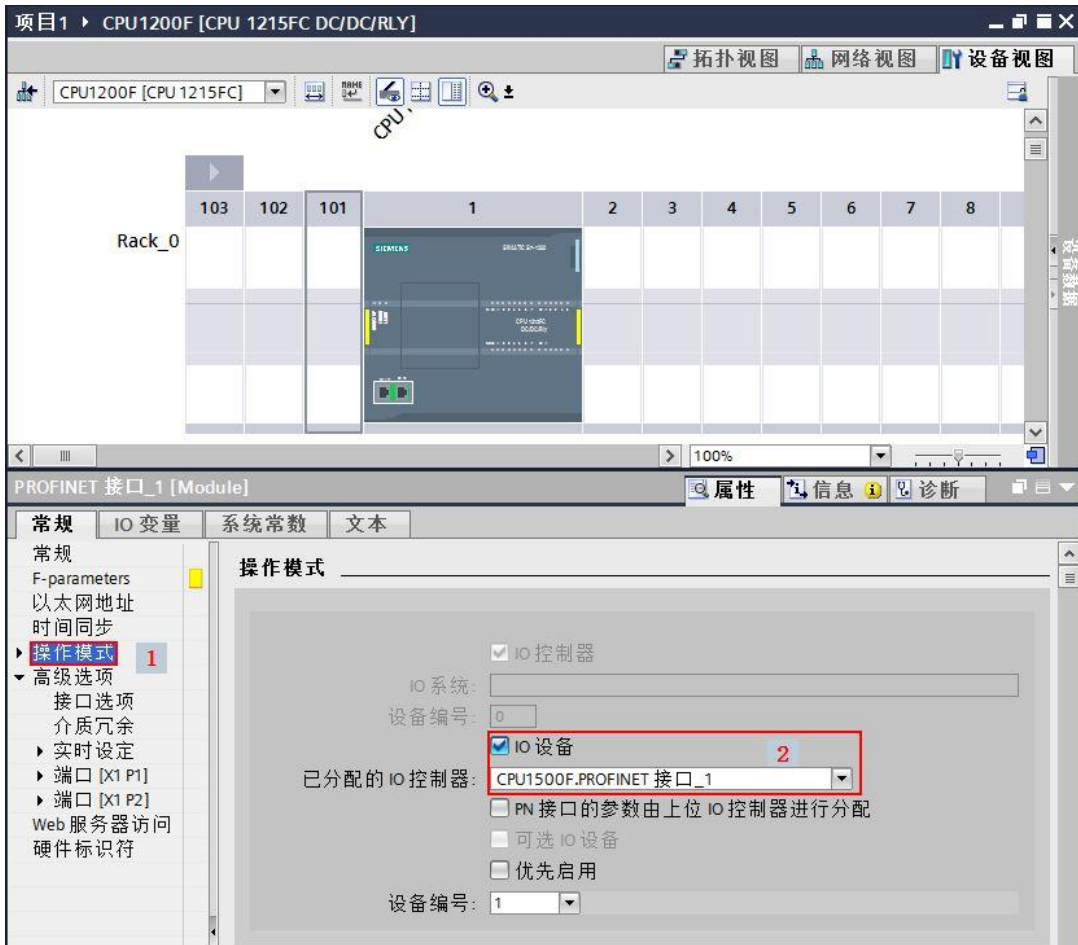

图 2-5 设置操作模式
5) 在“操作模式”中激活 S7-1200F CPU 智能设备功能分配给 S7-1500F CPU，如图 2-5。